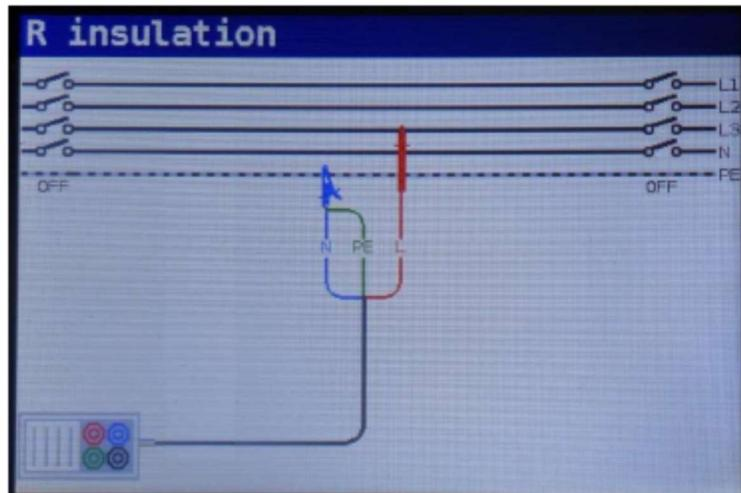

Figure 5-2: Connexion du câble universel de test
**Étape 3** Assurez-vous qu'aucune tension n'est présente sur l'objet à tester. Connectez les cordons de test à l'appareil KT600. Connectez les câbles d'essai à l'objet testé. (voir figure 5-2) pour effectuer la mesure de la résistance d'isolement.